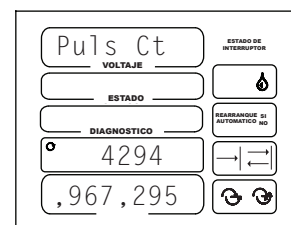

Figura 49-5 Inglés=gal/min
- Pulse  9 veces para visualizar el contador de impulsos 0. Vea la Figura 49-5.